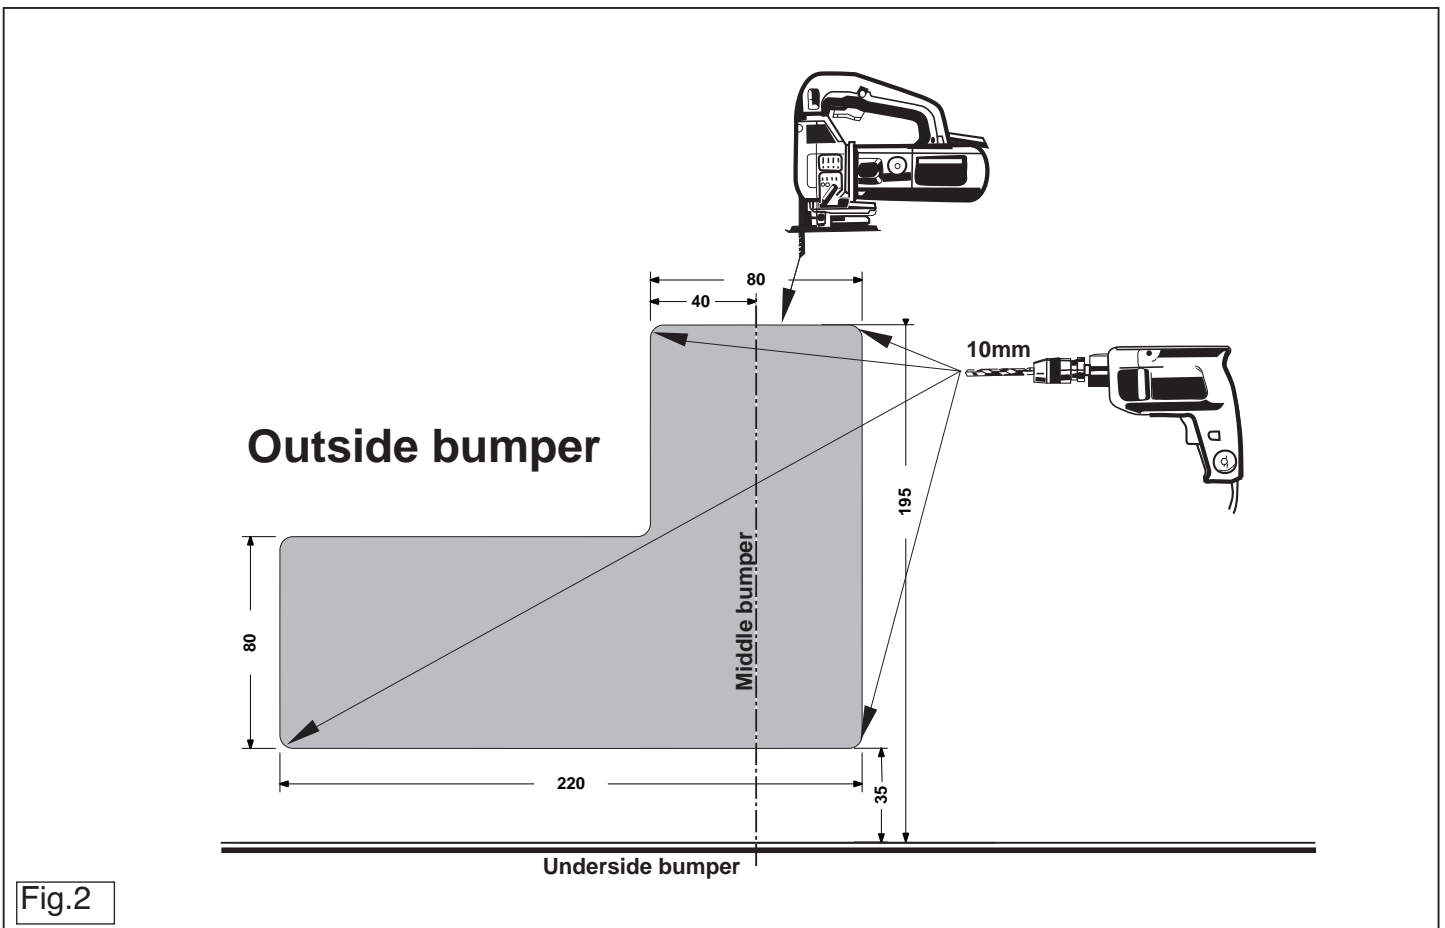

Fig.2
3. Saw a section out of the middle of the underside of the bumper as shown in fig 2.
3. Auf der Unterseite der Stoßstange einen Teil aus der Mitte gemäß Abbildung 2 ausschneiden.
3. Scier au centre de la partie inférieure du pare-chocs une partie correspondante à la figure 2.
3. Sav en del ud af kofangeren midt på undersiden jf. fig. 2.